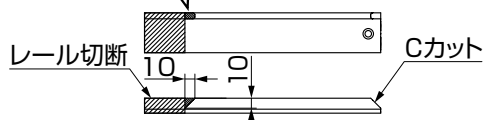
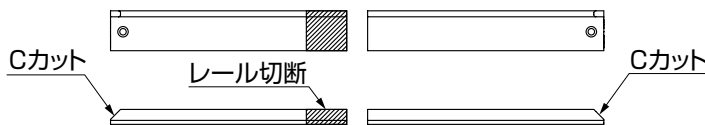
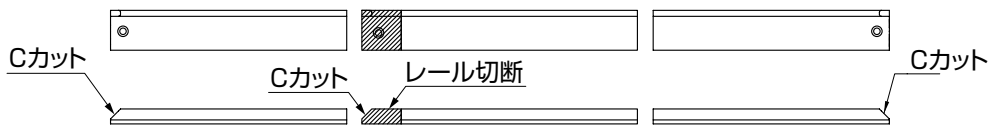

図8-8 レールにつなぎ目が無い場合
図8-9 レールを2本つなぎにする場合
図8-10 レールを3本つなぎにする場合
- ② 切断するサイドレールがどのタイプか図8-8、図8-9、図8-10で選択してください。
- ③ 表8-3、表8-4、表8-5の切断寸法を参考にサイドレールを切断してください。
- サイドレールにつなぎ目がない場合、Cカットが無い側を切断し、切断部側に現場でCカットの加工をしてください。(図8-8参照)
- レールを2本つなぎにする場合Cカットが無い側を切断し、Cカットが無い側どうしを合わせてください。(図8-9参照)
- レールを3本つなぎにする場合Cカットが有る側を切断し、そのレールを中央にし、Cカットが両端にくるようにし、3本を合わせてください。(図8-10参照)
- サイドレールはCカットが両端になるようにしてください。(図8-8、図8-9、図8-10参照)